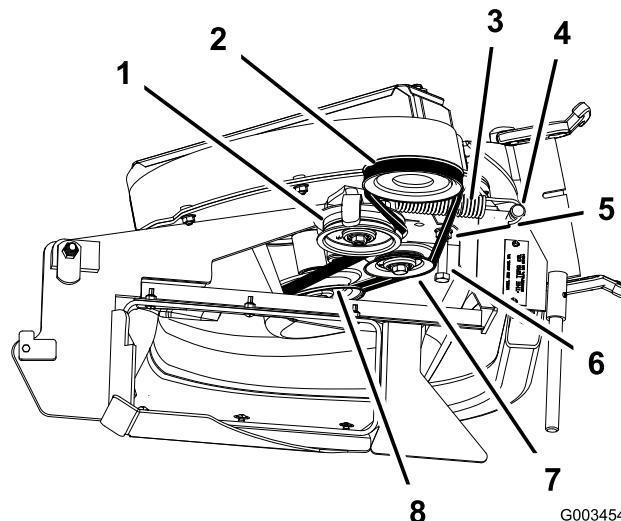

Figura 44
3. Afloje el perno de guía de la correa (Figura 44).
5. Instale la correa nueva alrededor de la polea del soplador (Figura 44).
7. Apriete el perno de guía de la correa (Figura 44).
- 9. Coloque la correa sobre la polea tensora tensada con muelle (Figura 44).